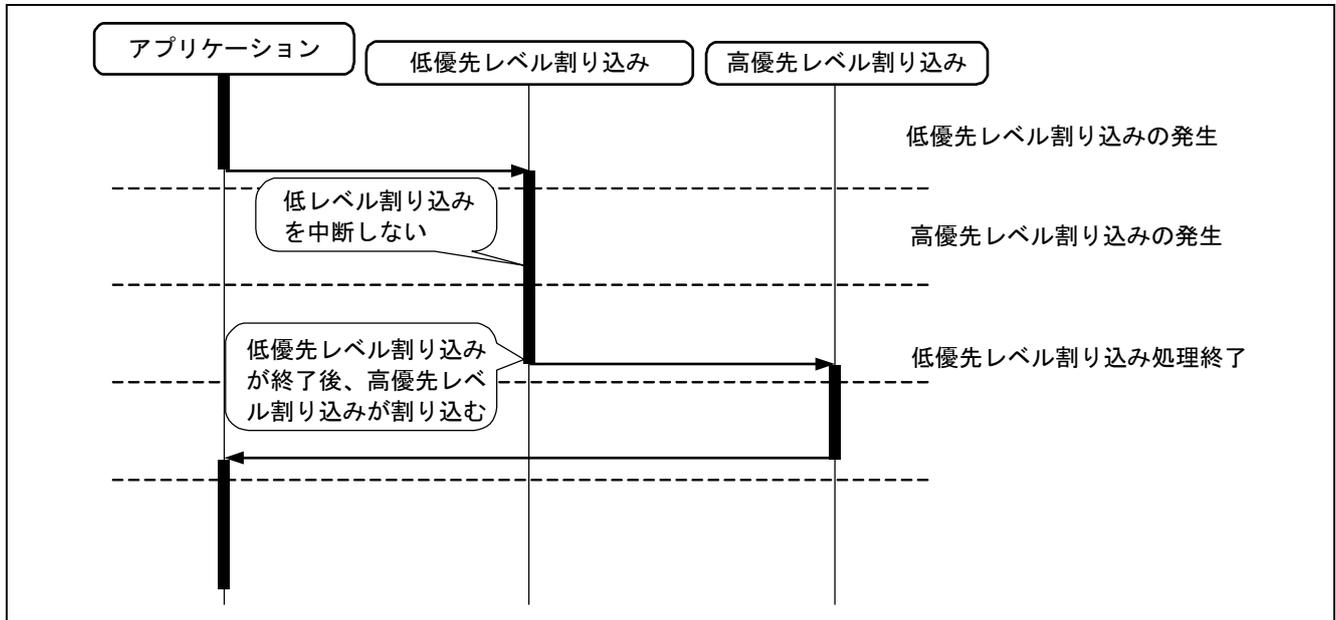
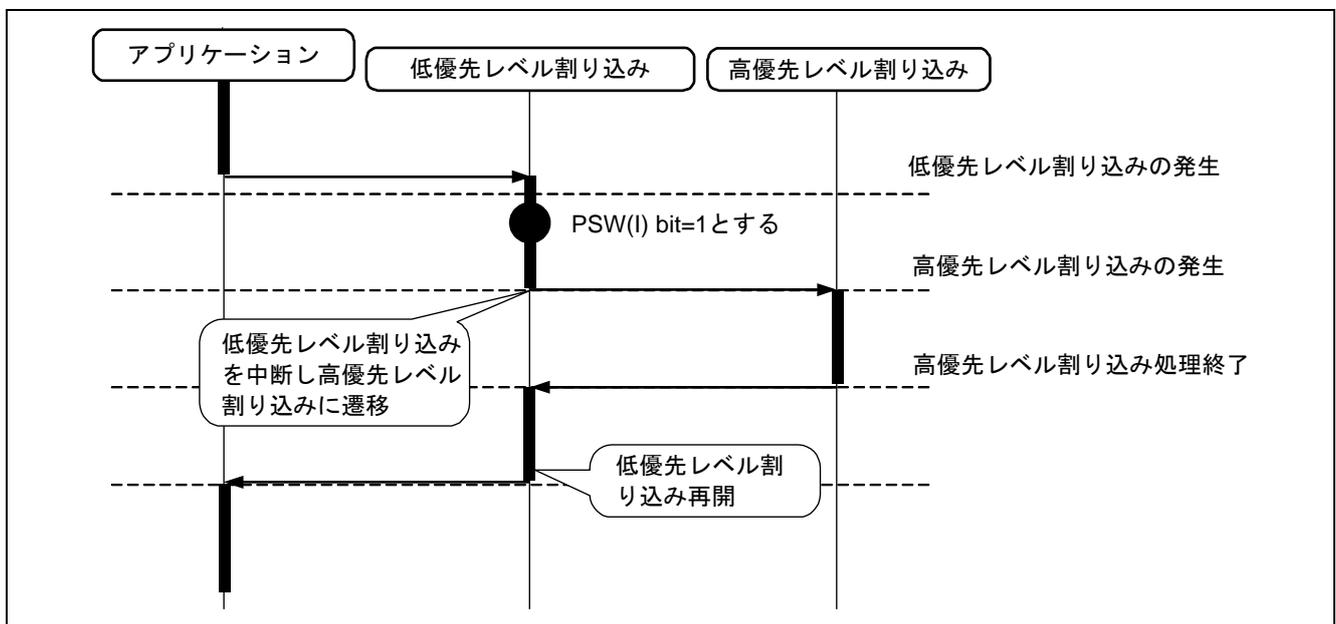

図 1.19 RX210 割り込みシーケンス (PSW (I) ビット制御しない場合)
図 1.20 RX210 割り込みシーケンス (PSW (I) ビット制御を行う場合)
RX210 は、多重割り込みが可能です。RX210 で多重割り込みを実現するには、割り込みハンドラの中で PSW (I) ビット=1 (割り込み許可) とする必要があります。多重割り込みを許可しない場合の動作シーケンスを図 1.19、多重割り込みの動作シーケンスを図 1.20 に示します。